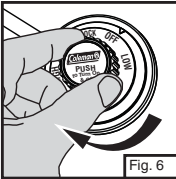

Fig. 6
- Turn off regulator valve. (Fig. 6)
- Apague la válvula del regulador. (Fig. 6)